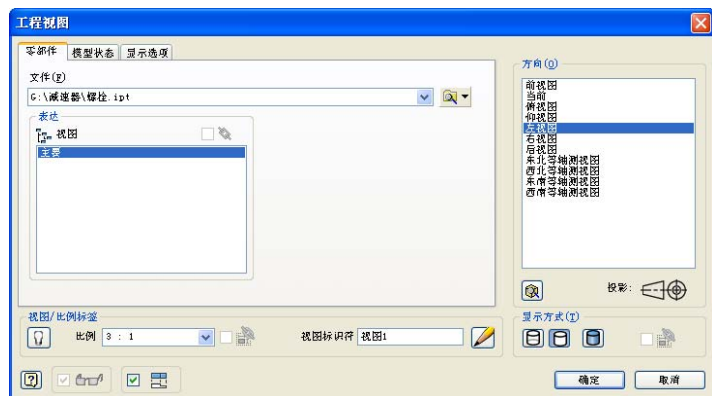
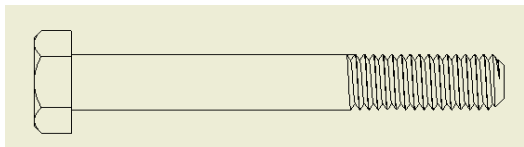

图 12-2 “工程视图”对话框
图 12-3 主视图
①单击【放置视图】标签栏【创建】面板上的【基础视图】工具按钮，打开【工程视图】对话框。
②在【工程视图】对话框中，首先选择要创建工程图的零件，这里选择创建好的螺栓零件的文件“螺栓.ipt”，当保存工程图文件的时候，文件名自动设置为“螺栓.idw”。
③在【方向】选项中选择一种合适的视图方向。Inventor 所提供的视图方向是基于零件在其原始坐标系中的位置来确定的，可能与实际的绘图要求不相符合，如 Inventor 中的“主视图”方向可能正是我们的理想图样中的左视图方向。这时应该根据实际情况选择合适的投影方向而不是仅仅考虑软件所提供的投影视图的名称。这里我们选择了创建“左视图”作为图样中的主视图（区别于建立在主视图基础上的投影视图）。
④【工程视图】对话框中的其他设置如图 12-2 所示，单击【确定】按钮完成主视图的创建，如图 12-3 所示。